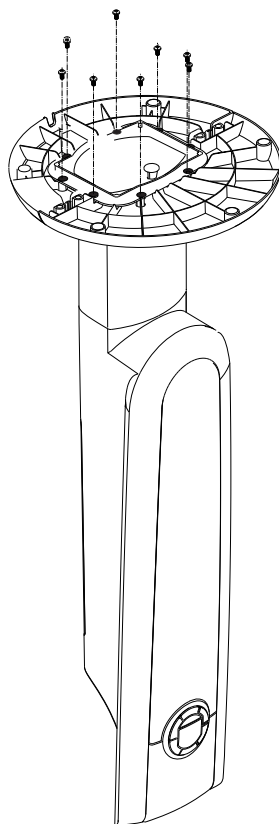

Fig. 2
2. Переверните прибор и закрепите основание на корпусе прибора прилагаемыми винтами, см. рис. 2.